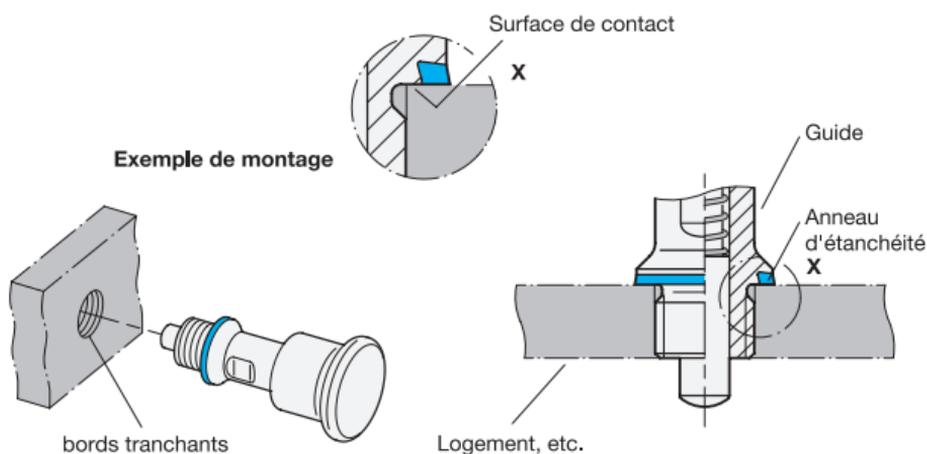

fig. 2
- L'alésage de positionnement doit donc être réalisé de façon à ce que le talon métallique à l'intérieur de la bague d'étanchéité repose le plus complètement possible sur le support et permette un tensionnage sur un bloc (butée métallique) (tolérance de  $+0,05/+0,2$ ). La bague d'étanchéité doit reposer totalement sur le support (fig. 2).